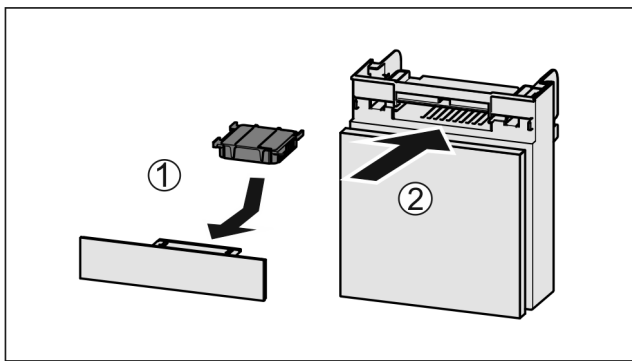

Fig. 157
- ▶ Helyezze be Fig. 157 (1) az aktív szén-szűrőt az ábrán látható módon.
- ▶ Tolja be Fig. 157 (2) a rekeszt.